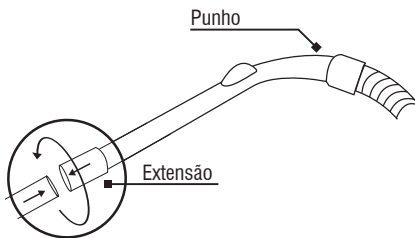

Fig. 3 – Conectando o punho na extensão
- Conecte o punho no tubo extensor e, em seguida, gire para finalizar a conexão, conforme mostra a Fig.3;